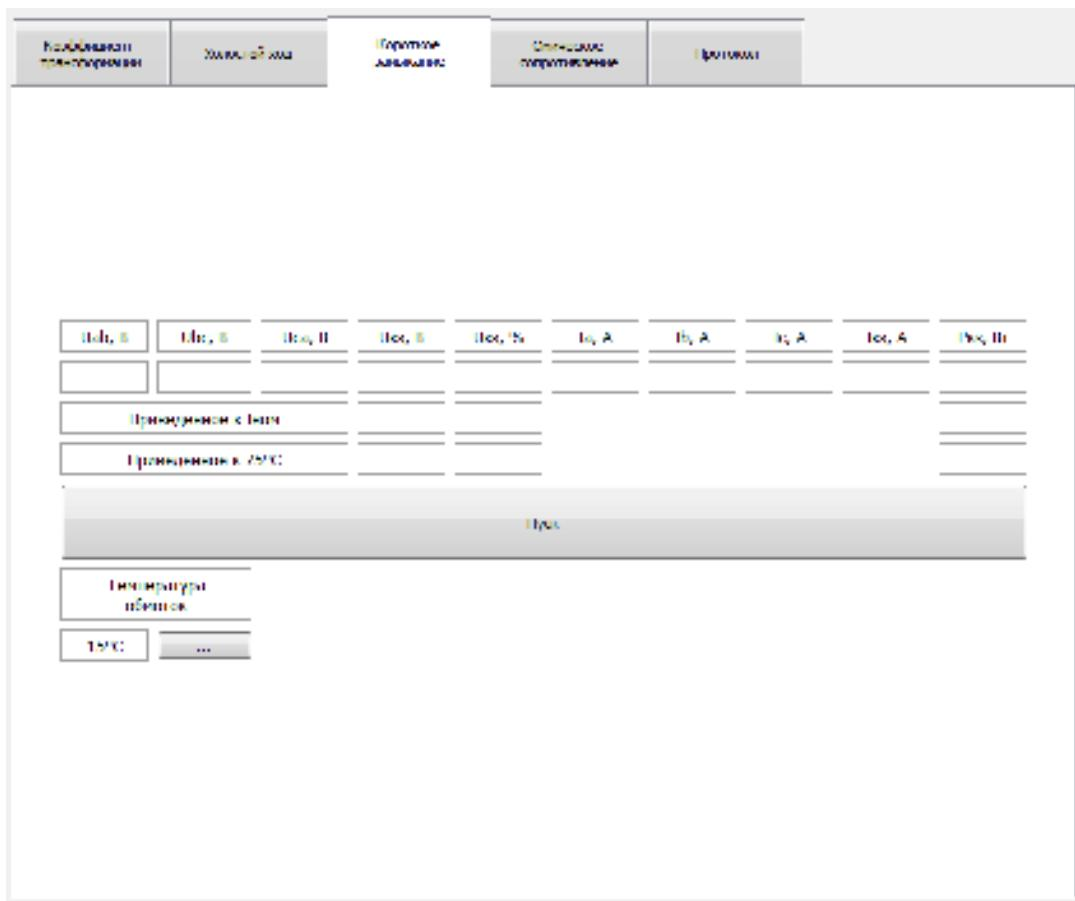

Рис. 22. Вкладка «Короткое замыкание»
5.4.5. Переключаемся на вкладку «Короткое замыкание» (рис. 22). Нажатием на кнопку «...» в поле «Температура обмоток» открываем диалоговое окно и устанавливаем корректную температуру. Затем подаем испытательное напряжение такое, чтобы фазные токи не превышали номинального значения. Контроль осуществляется на панели «Параметры входного сигнала». Измерение производится по нажатию кнопки «Пуск».